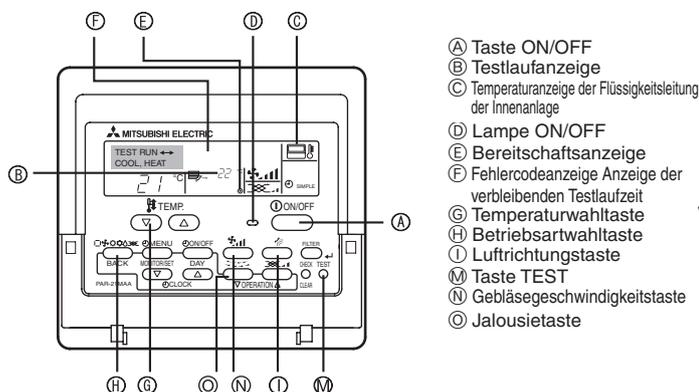

Fig. 7-1
7.2.1. Verwendung der verdrahteten Fernbedienung (Fig. 7-1)
- ① Den Strom mindestens 12 Stunden vor dem Testlauf einschalten.
- ② Die [TEST]-Taste zweimal drücken. ➔ "TEST RUN"-Flüssigkristallanzeige (LCD)
- ③ Taste [Mode selection] (Wahl der Betriebsart) drücken und die Betriebsart Kühlen (oder Heizen) einschalten. ➔ Vergewissern, daß kalte (oder warme) Luft ausgeblasen wird.
- ④ Die Taste [Fan speed] (Luftgeschwindigkeit) drücken. ➔ Vergewissern, daß die Luftgeschwindigkeit eingeschaltet ist.
- ⑤ Die Lüfrichtungs- oder die Jalousietaste drücken. ➔ Funktion des Flügels bzw. der Jalousie kontrollieren.
- ⑥ Den Betrieb des Gebläses der Außenanlage überprüfen.
- ⑦ Durch Drücken der Taste [ON/OFF] (EIN/AUS) den Testlauf freigeben. ➔ Stopp
- ⑧ Speichern Sie eine Telefonnummer ein.